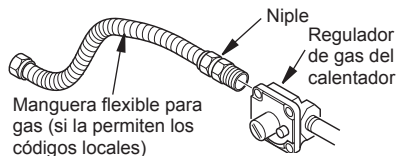

Figura 11 - Conexión de la manguera flexible para gas al regulador de gas del calentador
1. Aplique sellador para uniones de tubería en las roscas macho de los accesorios que se van a enroscar en el regulador de gas. Conecte la manguera flexible aprobada para gas al regulador de gas del calentador (consulte la figura 11).